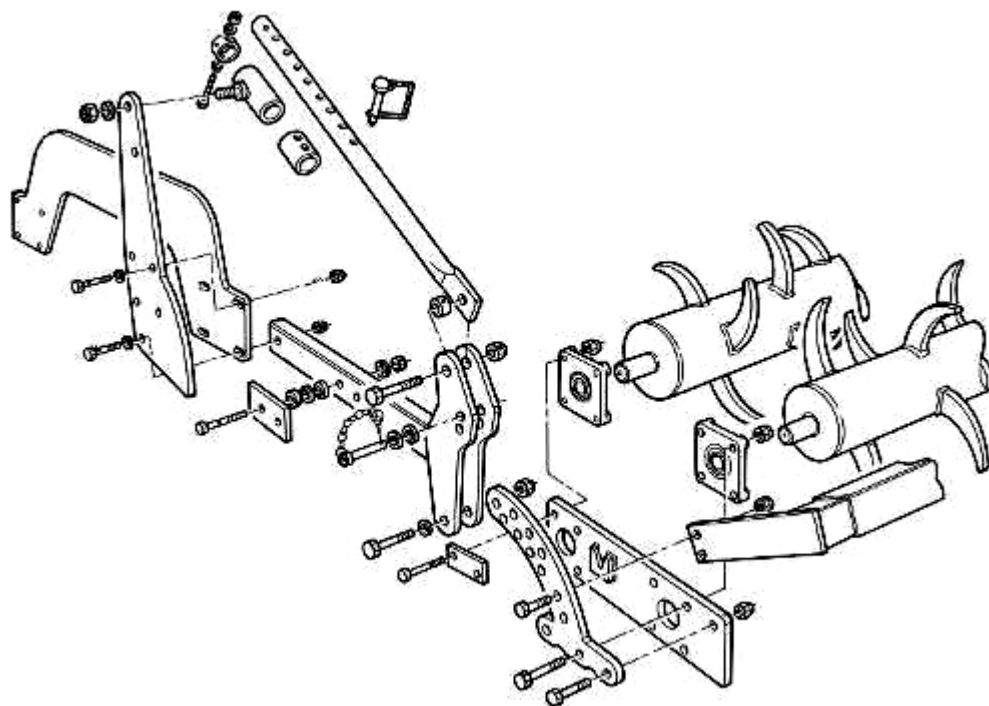
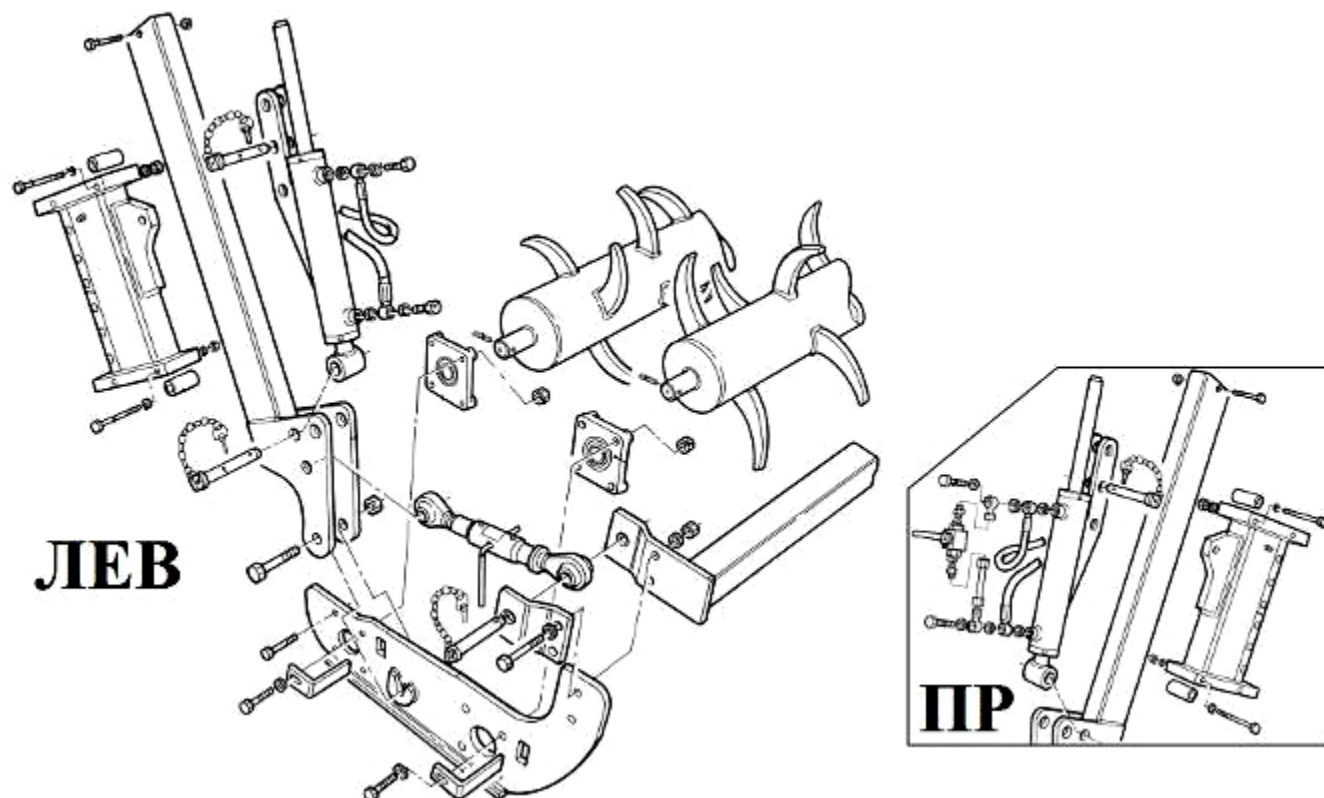

Рисунок 3.
Рисунок 4.
- Собрать каток с механическим (рис. 3) или гидравлическим (рис. 4) приводом регулирования высоты.